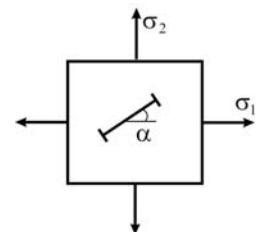

Рис. 2.11
**2.11.** Под каким углом  $\alpha$  к направлению главного напряжения  $\sigma_1$  надо установить тензомер, чтобы он не изменял своего показания при пропорциональном возрастании нагрузки? При каких соотношениях  $\sigma_1/\sigma_2$  задача имеет решение (рис.2.11)?